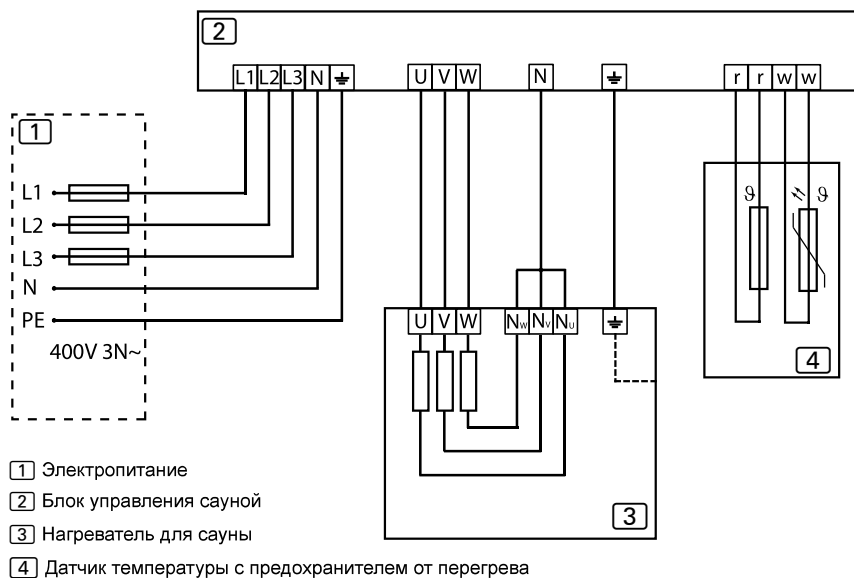

Рисунок 9. Электрическая схема 400V 3N~
- **Механическая вентиляция:** Воздушное вентиляционное отверстие располагается в верхней части сауны, чтобы не мешать работе датчика температуры. (Рисунок 9. Минимальное расстояние от температурного датчика до вентиляционной отдушины.)